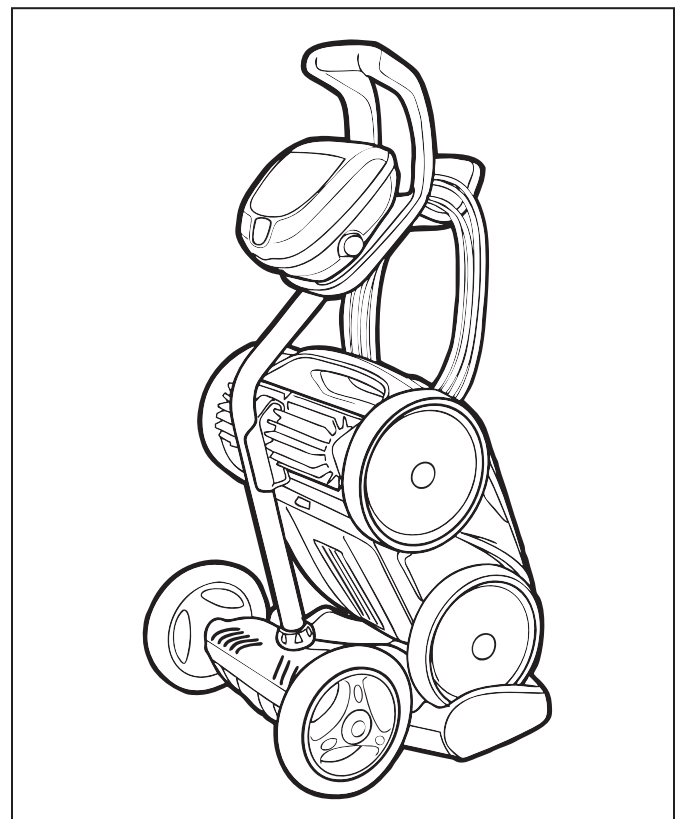

Figure 19. Nettoyeur rangé correctement sur le chariot
2. Placer le robot nettoyeur en position verticale sur la base du chariot et le fixer à l'attache (Figure 19).
4. Enrouler le câble sans serrer en commençant au robot nettoyeur et en allant vers le point de raccordement du module de commande. Redresser le câble au fur et à mesure. Ranger le câble en l'enroulant autour du crochet situé à l'avant du chariot (Figure 19).